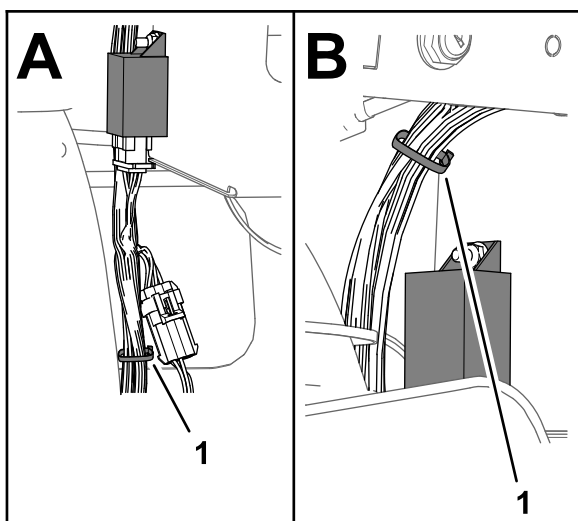

Figura 23
7. Fissate la diramazione di 108 cm del cablaggio preassemblato del kit al cablaggio preassemblato anteriore della macchina con 2 fascette per cavi, come illustrato nella Figura 23.